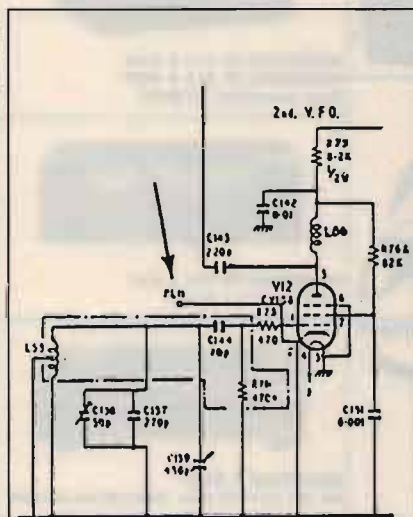

figura 1
1) FREQUENZA DEL 2° VFO: si può agevolmente prelevare il segnale a questa frequenza direttamente dal catodo della relativa valvola oscillatrice V12. Nel RA-17L, a fianco di V12, esiste già un'apposita presa (PL11) che porta all'esterno questo segnale; nel RA-17 basterà collegare tra il catodo di V12 e massa un cavetto RG174 e con esso prelevare il segnale desiderato (figura 1).